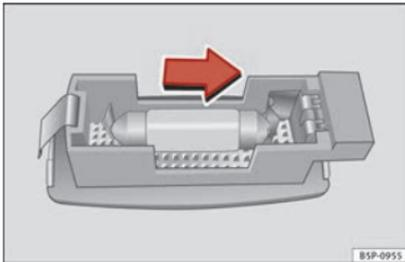

Fig. 201 Desmontaje de la luz del parasol.
- Retire la luz con cuidado, utilizando un destornillador por su parte plana, tal como indica la figura »» **fig. 201**.
- Retire la lámpara moviéndola en el sentido de la flecha y hacia afuera »» **fig. 201**.